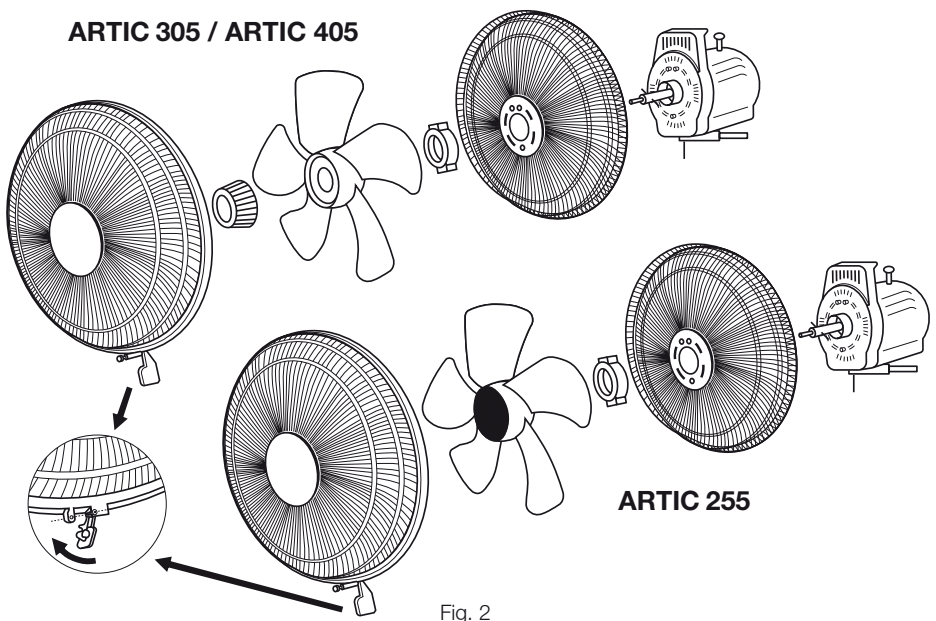

Fig. 2
5. Monter la grille de protection arrière et la fixer avec l'écrou de fixation. (Fig. 2)
Modèles ARTIC 305 / 405: Introduire l'hélice sur l'arbre moteur jusqu'à la goupille et la fixer avec l'écrou (attention au sens de vissage indiqué sur l'écrou) (Fig. 2)